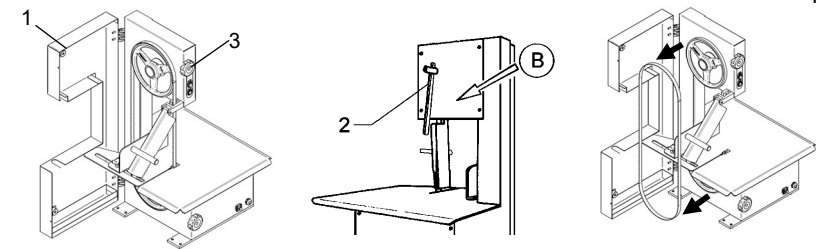

Fig. 7.6.2
7.6.2 - Substitution de la lame (Fig. 7.6.2)
- Placer le levier "2" vers le bas, comme indiqué sur la Fig. 7.6.2 par la flèche "B"